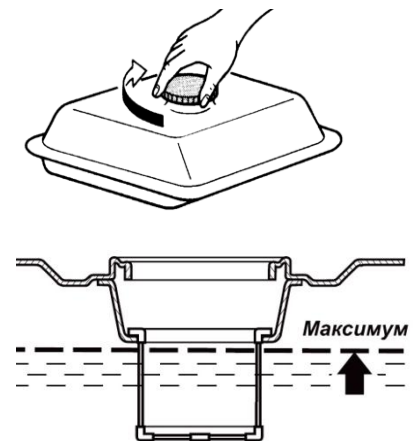

Рис. 2
- При заправке убедитесь в наличии фильтра (сеточки) в горловине топливного бака. (См. Рис.2).